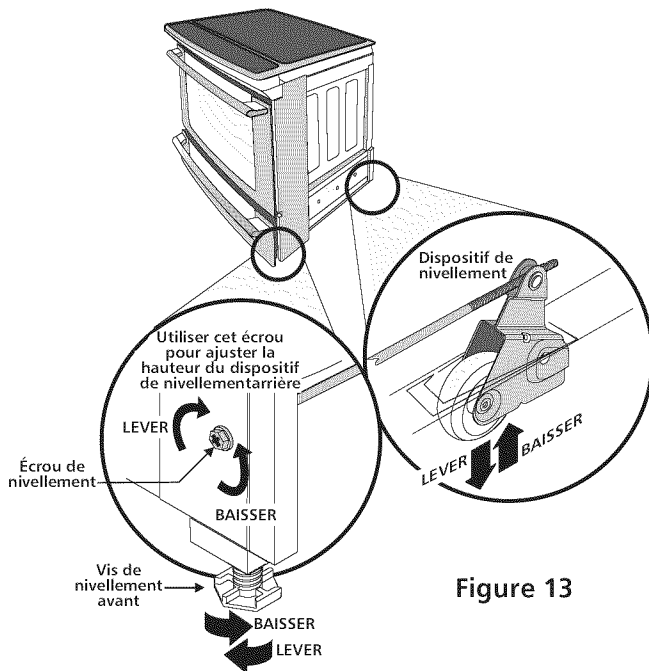

Figure 13
- Ajustez les pieds de l'appareil, comme décrit plus loin, jusqu'à ce que le dessous de la surface de cuisson s'appuie délicatement sur le dessus du comptoir et soit à niveau (Figure 13).